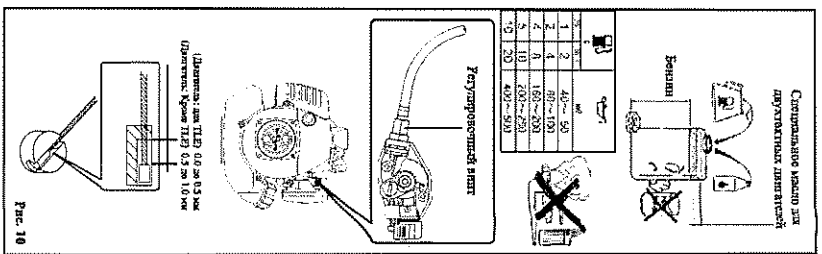

Рис. 10
1. Подготовка к запуску двигателя (Рис. 10)